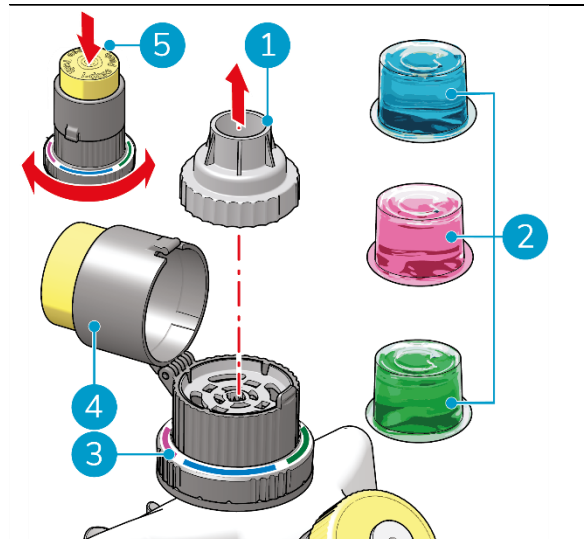

Figure 19
4. Le cas échéant, retirez l'ancienne dosette i-dose et enlevez le capuchon (Figure 19, pos. 1).
5. Placer la dosette i-dose souhaitée (Figure 19, pos. 2) dans l'injecteur i-dose.
6. Remettre le capuchon en place (Figure 19, pos. 1).
7. Fermez la partie supérieure de l'i-dose (Figure 19, pos. 4).